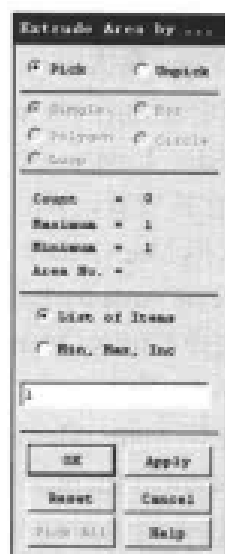

图 13-82 沿法向拖拉面拾取菜单
(14) 选择 Main Menu | Preprocessor | Modeling | Operate | Extrude | Areas | Along Normal 命令, 出现 Extrude Area by 菜单, 在文本框中输入 1, 如图 13-82 所示, 单击 OK 按钮, 出现 Extrude Area along Normal 对话框, 在 NAREA Area to be extruded 文本框中输入 1, 在 DIST Length of extrusion 文本框中输入 1, 单击 OK 按钮关闭该对话框。